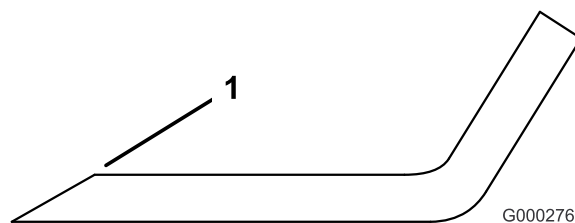

Figura 70
1. Utilice una lima para afilar el filo de corte en ambos extremos de la cuchilla (Figura 70). Mantenga el